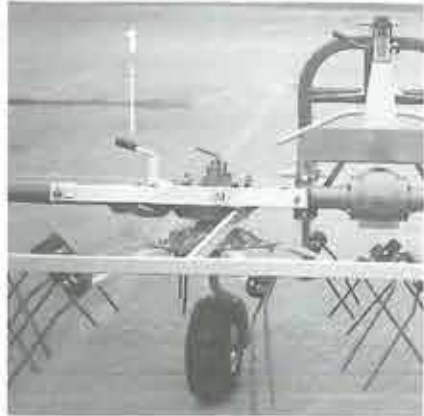

Fig. 14
**ACHTUNG!** Wenn Aussenkreisel in Arbeitsstellung stehen, haben diese durch Drehen des Riegels blockiert zu werden. (Abb. 14 Nr. 1)
**CAUTION** - When the two outer rotors are in working position lock them in place by rotating the locking bar (Fig. 14 no. 1).
**OBS** - När de två yttre rotorerna är i arbetsläge fäst dem genom att vrida tillbaka manöverspaken (Fig. 14 n. 1).
**ADVARSEL** - Når de to ytterste spindel hjul er satt i arbeidsposisjon må de blokkeres ved a skru på handtaket (Fig. 14 nr. 1).